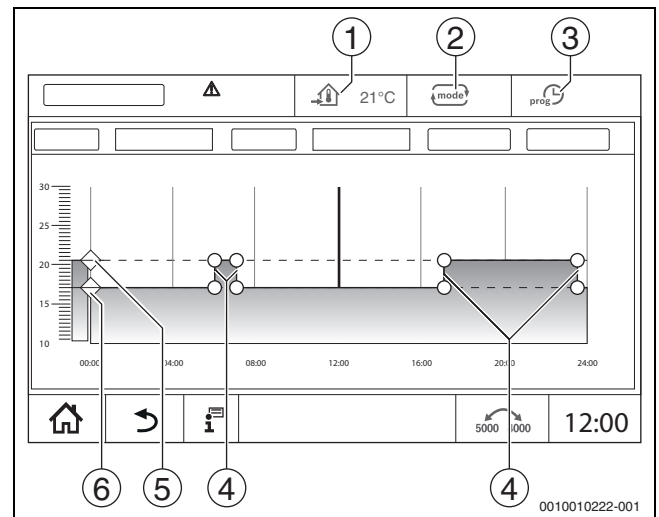

Bild 18 Automatik Absenkbetrieb im Zeitprogramm ändern
Für die Betriebsarten (→ Bild 18, [2], Seite 21) und die erweiterten Funktionen können jeweils eigene Temperaturen und Umschaltkriterien eingestellt werden. Die Einstellungen können für jeden Heizkreis und jede Betriebsart separat vorgenommen werden.
Der **Automatik Absenkbetrieb** wird über die Parameter in den Servicemenüs vordefiniert. Die Parameter lassen sich im Zeitprogramm ändern (→ Bild 18, [4], [6]).
- ▶ Temperaturen durch Verschieben der Punkte (→ Bild 18, [5], [6]) ändern.